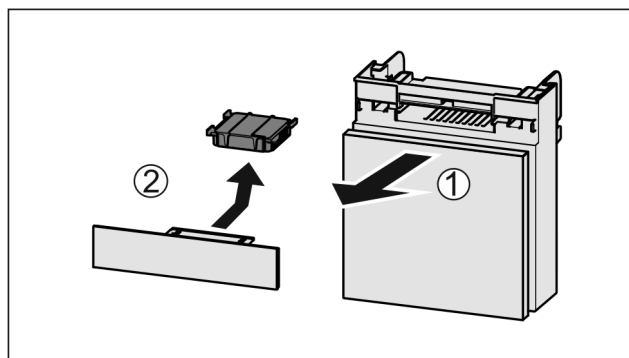

Fig. 88
- ▶ Dra ut Fig. 88 (1) lådan framåt.
- ▶ Ta ut Fig. 88 (2) aktivtkolfiltret.